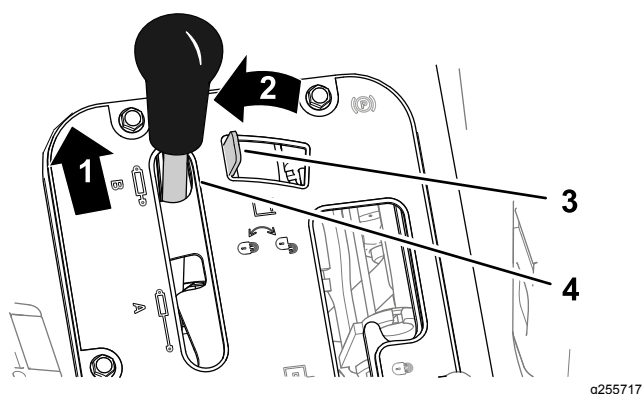

Figura 36
1. Empurre a alavanca de elevação hidráulica para a frente (Figura 36).
2. Mova o bloqueio da elevação hidráulica para a esquerda para engatar o bloqueio (Figura 36).